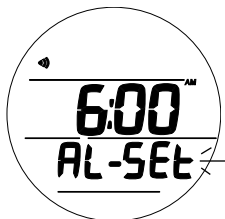

Fig. 17 - STATO SVEGLIA GIORNALIERA (per accedere alla schermata Impostazione)
- Premere il pulsante A (< 2 sec) per scorrere le selezioni disponibili: OFF, ON e SET (Fig. 17).